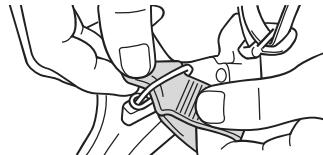

図 74 しめひもを外す
1. 左右 4 力所については、門環から、しめひもを外します。(図 74 参照)